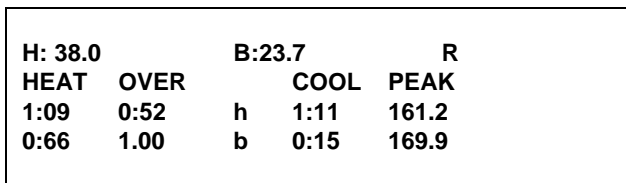

Figura 80
A terceira tela mostra o lado direito (R) da máquina de sorvete. (Veja a Figura 80.)